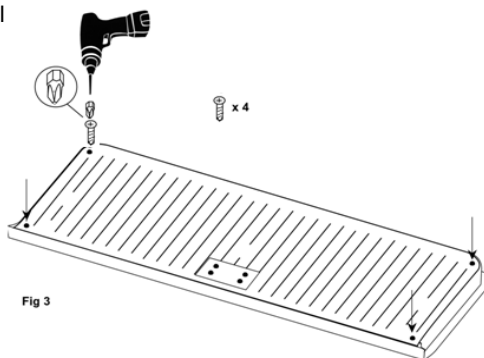

Fig 3
4. (OPCIONAL) El protector de la compuerta tiene 4 orificios pre-tal en el kit de instalación. (Ver fig 3)